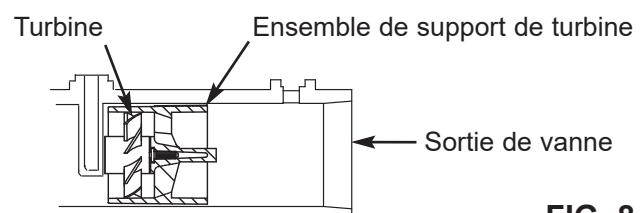

FIG. 8
- Assurez-vous que la turbine et le support sont en place dans la sortie de vanne, tel qu'illustré par la Figure 8. Soufflez dans l'orifice de vanne et regardez si la turbine tourne librement.